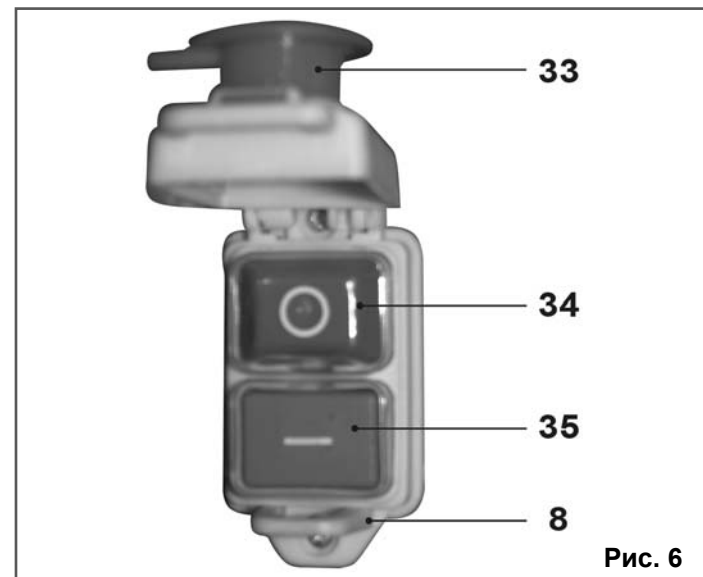

Рис. 6
10.2.4. Как показано на Рис. 6, откройте крышку (33). Для включения станка необходимо нажать на кнопку включения (35), для выключения станка необходимо нажать на кнопку выключения (34) или на крышку (33) магнитного пускателя (8).